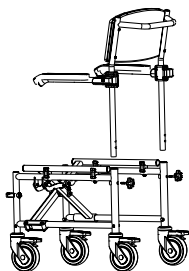

Fig.15
- Inserire lo schienale all'interno dei fori sul telaio della carrozzina e fissare lo schienale tramite i due pomelli di fissaggio (Fig.15);